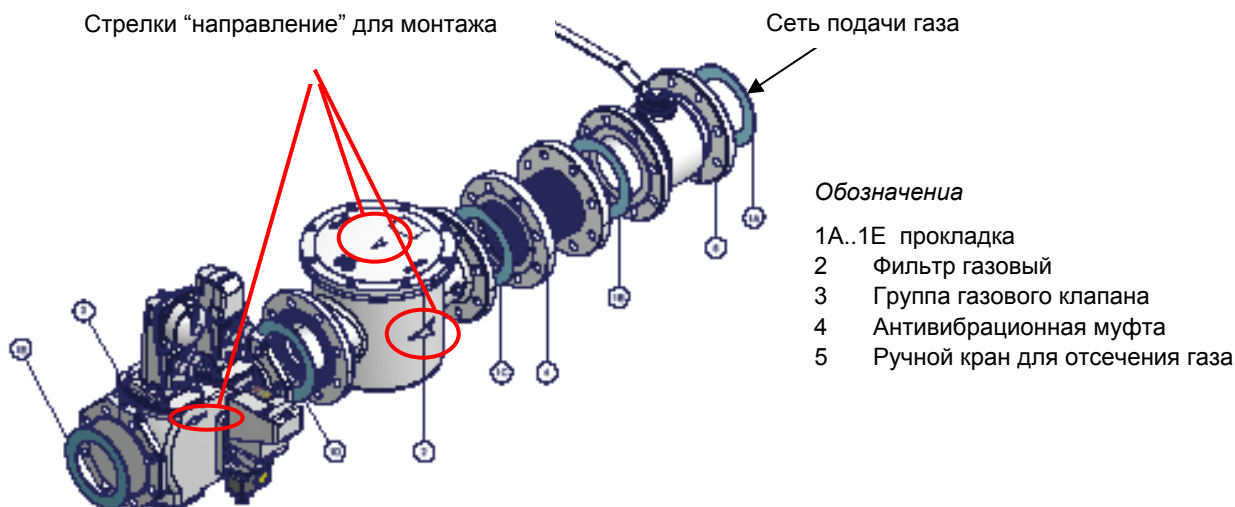

Рис. 5 - Пример газовой рампы
- 1-б) при фланцевых соединениях: между соседними компонентами устанавливать прокладку (1А..1Е - Рис. 5), совместимую с используемым газом,
ВНИМАНИЕ: после монтажа газовой рампы согласно схеме на Рис. 5, необходимо провести тестирование на герметичность газового контура, согласно требований действующих нормативов
<p>ВНИМАНИЕ: после монтажа газовой рамы согласно схеме на Рис. 5, необходимо провести тестирование на герметичность газового контура, согласно требований действующих нормативов.</p>